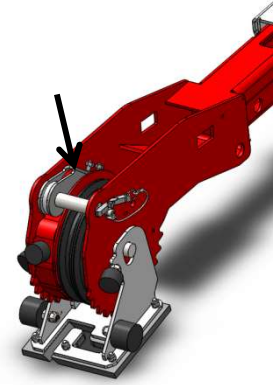

Figure 55
- Fixez la boucle du câble de treuil sur la tête de treuil. Le câble doit reposer dans le petit trou du plastique en partant de l'intérieur de la tête de treuil pour que la goupille puisse passer dans l'œil du câble de treuil. Et verrouillez la goupille, (voir Figure 55).